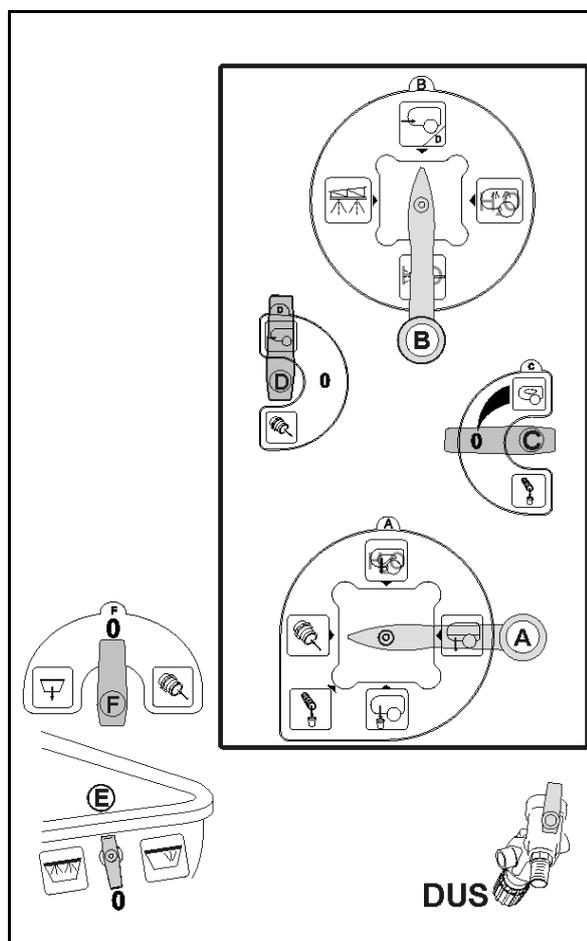

Fig. 150
Limpiar diariamente el filtro de aspiración (Fig. 150) después de limpiar la pulverizadora de campo.
1. Soltar la tapa del filtro de aspiración (Fig. 150/2).
2. Retirar la tapa con filtro de aspiración (Fig. 150/3) y limpiar con agua.
5. Aflojar la tapa del filtro de aspiración (Fig. 150/2).
6. Accionar la válvula descarga del filtro de aspiración (Fig. 150/1).
7. Extraer la tapa con el filtro de aspiración (Fig. 150/3) y lavarlos con agua.